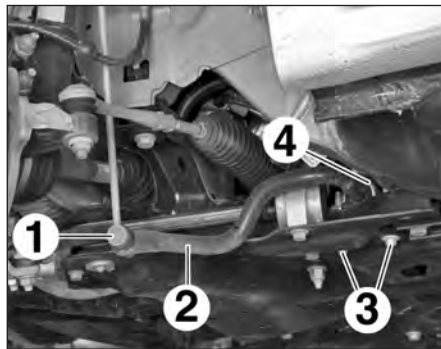

FIG.9
- Extraire les rotules inférieures (1) des biellettes sur la barre stabilisatrice (2) (Fig.9).
- les 2 vis (3) du palier (4) de la barre stabilisatrice de chaque côté,
- la barre stabilisatrice (2).